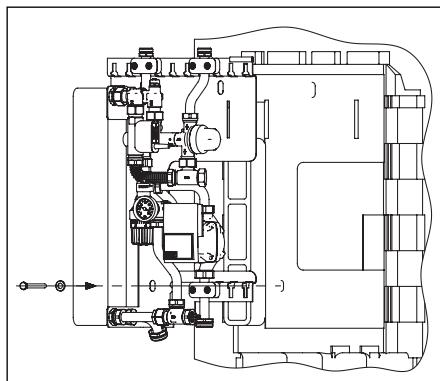

Fig. 12 Montage de la station d'eau potable
- Accrocher la station d'eau potable au support de fixation (fig. 12/13).)